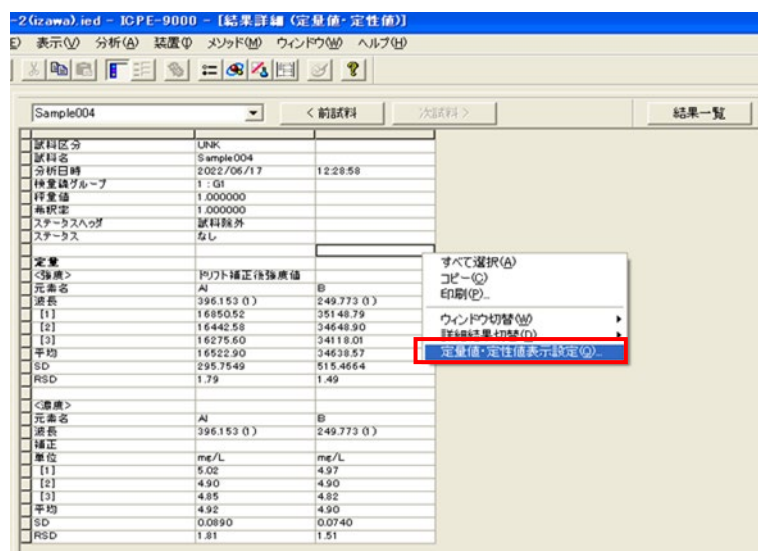

図 68
- ③ 試料ごとに表示されます。図 68
- ④ 表示の変更は、マウスを結果の上で右クリックし、「定量値・定性値表示設定」をクリックします。